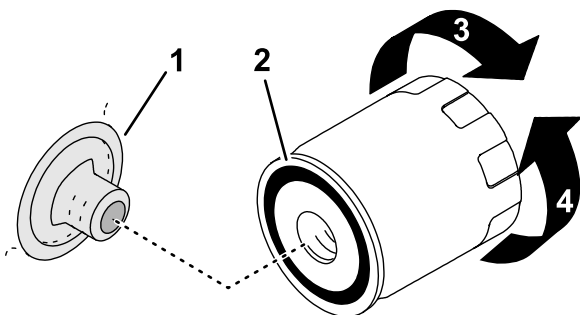

Figure 78
1. Tournez le filtre dans le sens antihoraire pour le retirer (Figure 78).
5. Appliquez une fine couche d'huile sur le joint du filtre (Figure 78).
6. Vissez le filtre à huile sur l'adaptateur jusqu'à ce que le joint en caoutchouc touche l'adaptateur, puis serrez encore le filtre d'un demi tour (Figure 78).
1. Installez et serrez les 2 bougies (Figure 78).